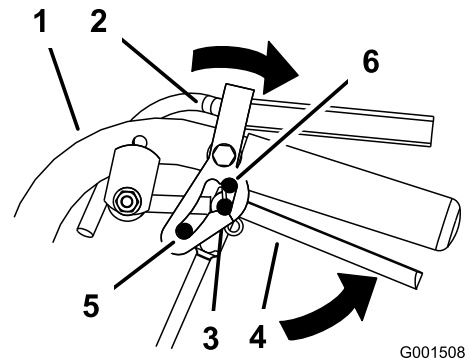

Figura 11
2. Ponga los pulgares en la parte superior de los cierres y muévalos hacia atrás hasta que los pasadores estén en la posición de punto muerto (Figura 11).